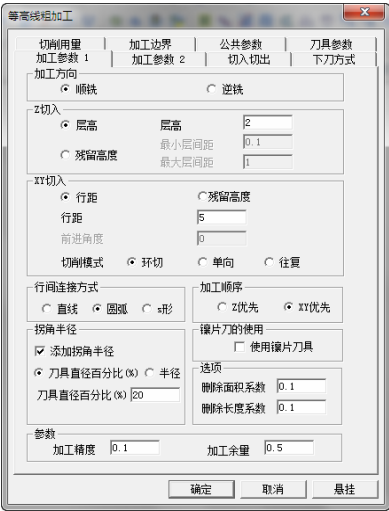

图 8-42 “加工参数 1”选项卡
1) 选择下拉菜单“加工”→“粗加工”→“等高线粗加工”命令，或者单击“等高线粗加工”按钮，弹出“等高线粗加工”对话框。单击“加工参数 1”选项卡，设置“加工方向”为“顺铣”，“Z 切入”为“层高”，“XY 切入”为“行距”，“切削模式”为“环切”，“行间连接方式”为“圆弧”，“加工顺序”为“XY 优先”。具体“层高”“行距”“加工精度”“加工余量”参数数值如图 8-42 所示。